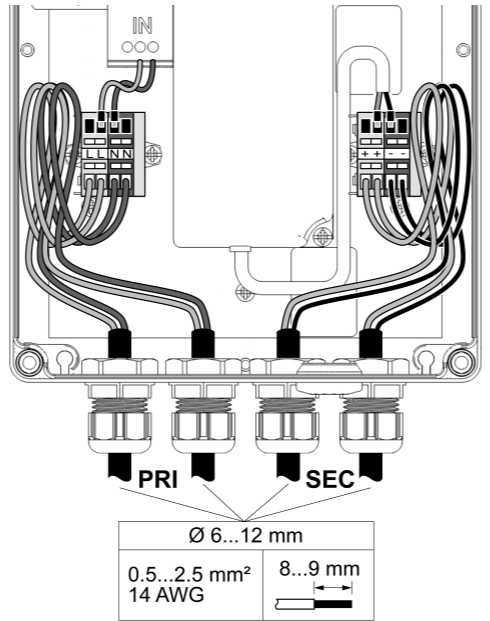

Bild 5: Leitungsführung im Gehäuse
- Reserveschleifen von Netz- und Niedervoltleitung im Gehäuse getrennt verlegen und fixieren (Bild 5).